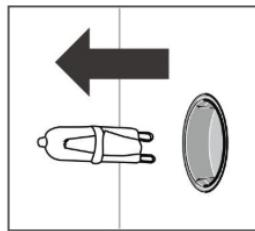

Figure 6
3. Retirez la lampe et remplacez-la par une lampe du même type. (Figure6)